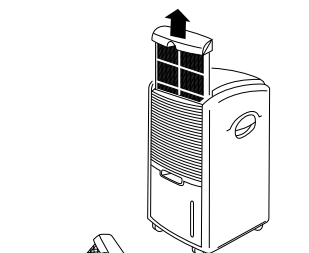
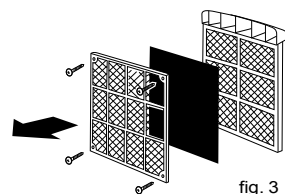

fig. 1
fig. 3
- Pak het ingebouwde handvat van het filter vast en haal het actief koolstoffilter eruit. (fig. 1 en fig. 3)